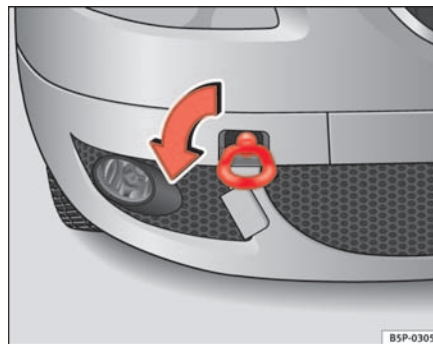
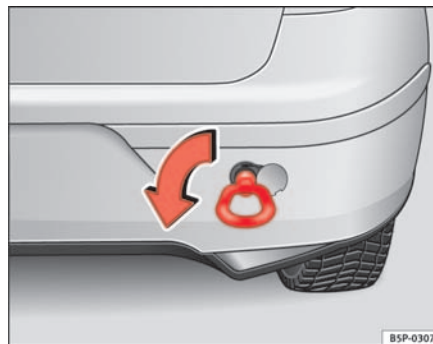

Abb. 201 Frontpartie rechts: Einschrauben der vorderen Abschleppöse
Abb. 202 Einschrauben der Abschleppöse hinten
- Schrauben Sie die Abschleppöse in Pfeilrichtung *links* herum bis zum Anschlag vorne ⇒ Seite 271, Abb. 201 oder hinten ⇒ Seite 271, Abb. 202 in die Gewindebohrung ein.